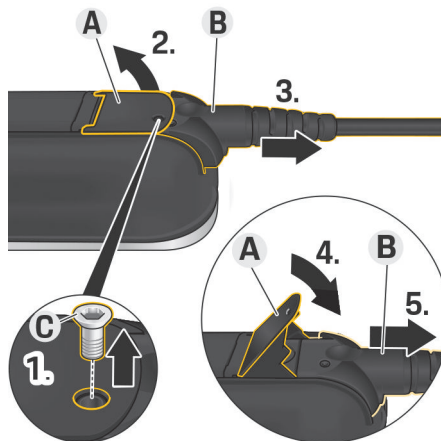

Fig. 103 Extracción del cable
1. Suelte el tornillo **C** (Fig. 103) con la herramienta adecuada.
2. Levante la palanca **A** (Fig. 103).
3. Extraiga el enchufe **B** (Fig. 103) hasta que note la primera resistencia.
4. Cierre la palanca **A** (Fig. 103).
5. Extraiga el enchufe **B** (Fig. 103) completamente.